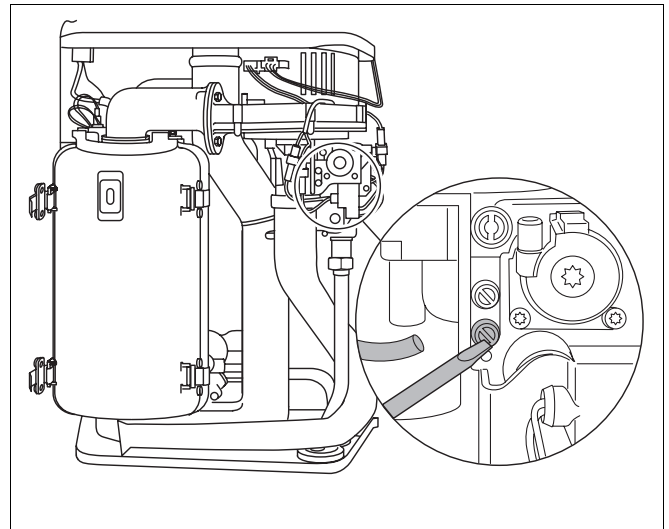

Abb. 24 Gasleitung entlüften
- Verschlusschraube des Prüfnippels für Gasanschlussdruck und Entlüftung um zwei Umdrehungen herausdrehen und Schlauch aufstecken (Abb. 24).